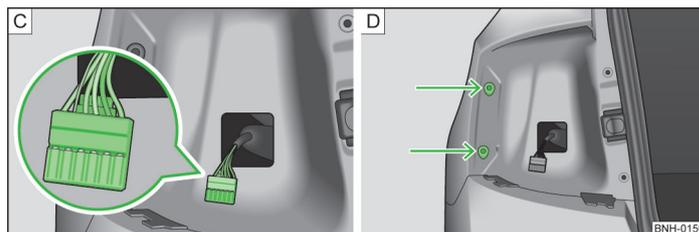

Fig. 181 Conector de luces / montar la lámpara
- Quitar cuidadosamente el conector de la luz posterior » fig. 181 - **C**.
- Introducir la lámpara en los alojamientos en la carrocería » fig. 181 - [D].